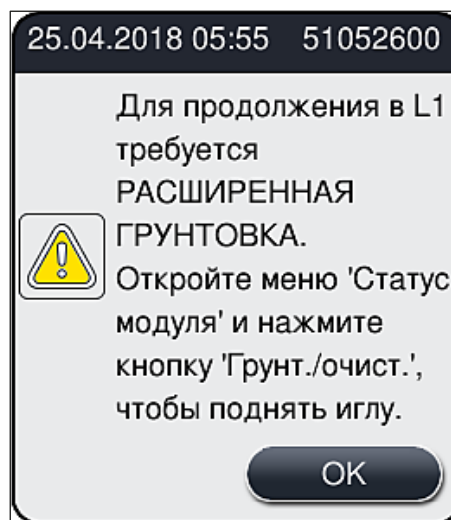

Рис. 100
2. Ознакомьтесь с информационным сообщением, появившимся после (→ Рис. 100), и подтвердите его нажатием на **OK**.